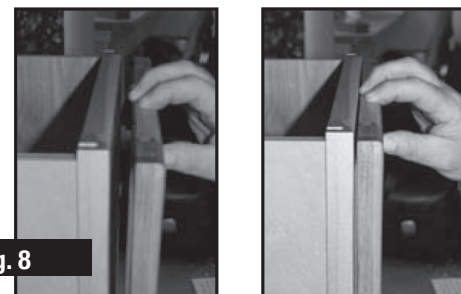

fig. 8
Paso 10: Asegúrese de instalar toques de amortiguación (no incluidos) en las cuatro esquinas de la puerta. Cierre la puerta y presione las cuatro esquinas para asegurarse de que la puerta esté a ras con el armario. (Ver la ilustración 8)
Step 10. Be sure bumper pad are installed to all four corners of the door. Push door closed and apply pressure to all four corners making sure door is flush with cabinet. (See figure 8)